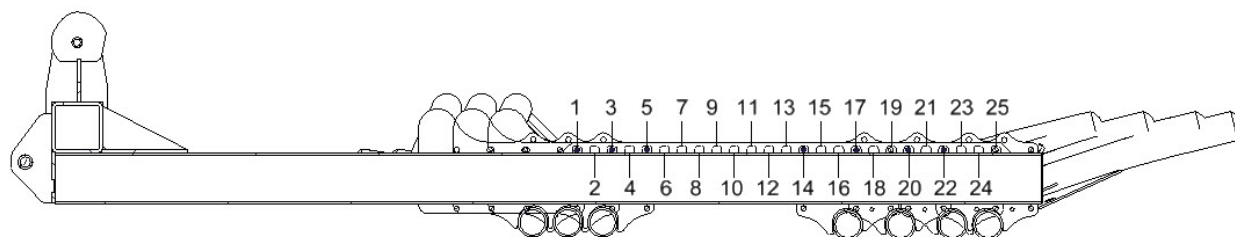

Figure 13 — Position des fourches
5. Placez les fourches à la position voulue (voir la Figure 13 et le Tableau 9).
7. Retirez le boulon en position D et remplacez-le à sa position initiale (A).